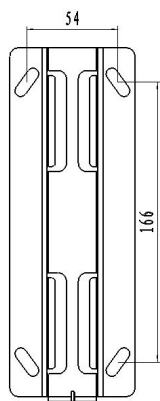

Fig.1
3. Prendere la staffa di montaggio come modello per contrassegnare la posizione delle viti e praticare quattro fori sulla parete. Fig. 1